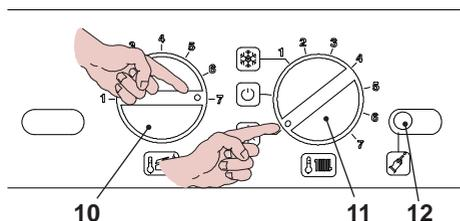

Fig. 9.8
- Posizionare le manopole del pannello comandi come indicato in Fig. 9.8 .
- Per entrare nella modalità Spazzacamino bisogna entrare in programmazione premendo per 15 secondi il pulsante di ripristino 12 in Fig. 9.8 fino alla comparsa del parametro **P01** sul display LCD; sul display LCD compare la seguente visualizzazione (la sequenza **P01** si alterna -- -- --).
- Premere il pulsante di ripristino 12 in Fig. 9.8 per lo scorrimento dei vari parametri sino al raggiungimento del parametro **P09** valido per il settaggio modalità Spazzacamino; sul display LCD compare la seguente visualizzazione (la sequenza **P09** si alterna a **00**).